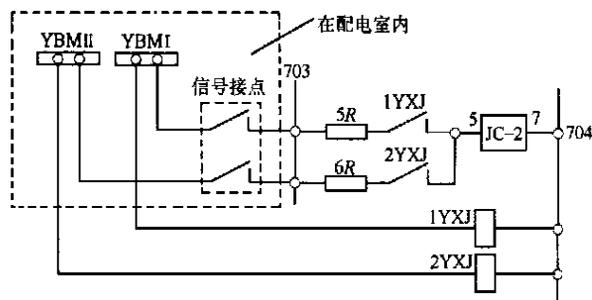

图4 室内配电装置预告信号回路
3.3 室内配电装置预告信号回路(见图4)
母线电压互感器回路中常用接地信号继电器串入预告信号光字牌回路,其工作回路见图4中下面部分。